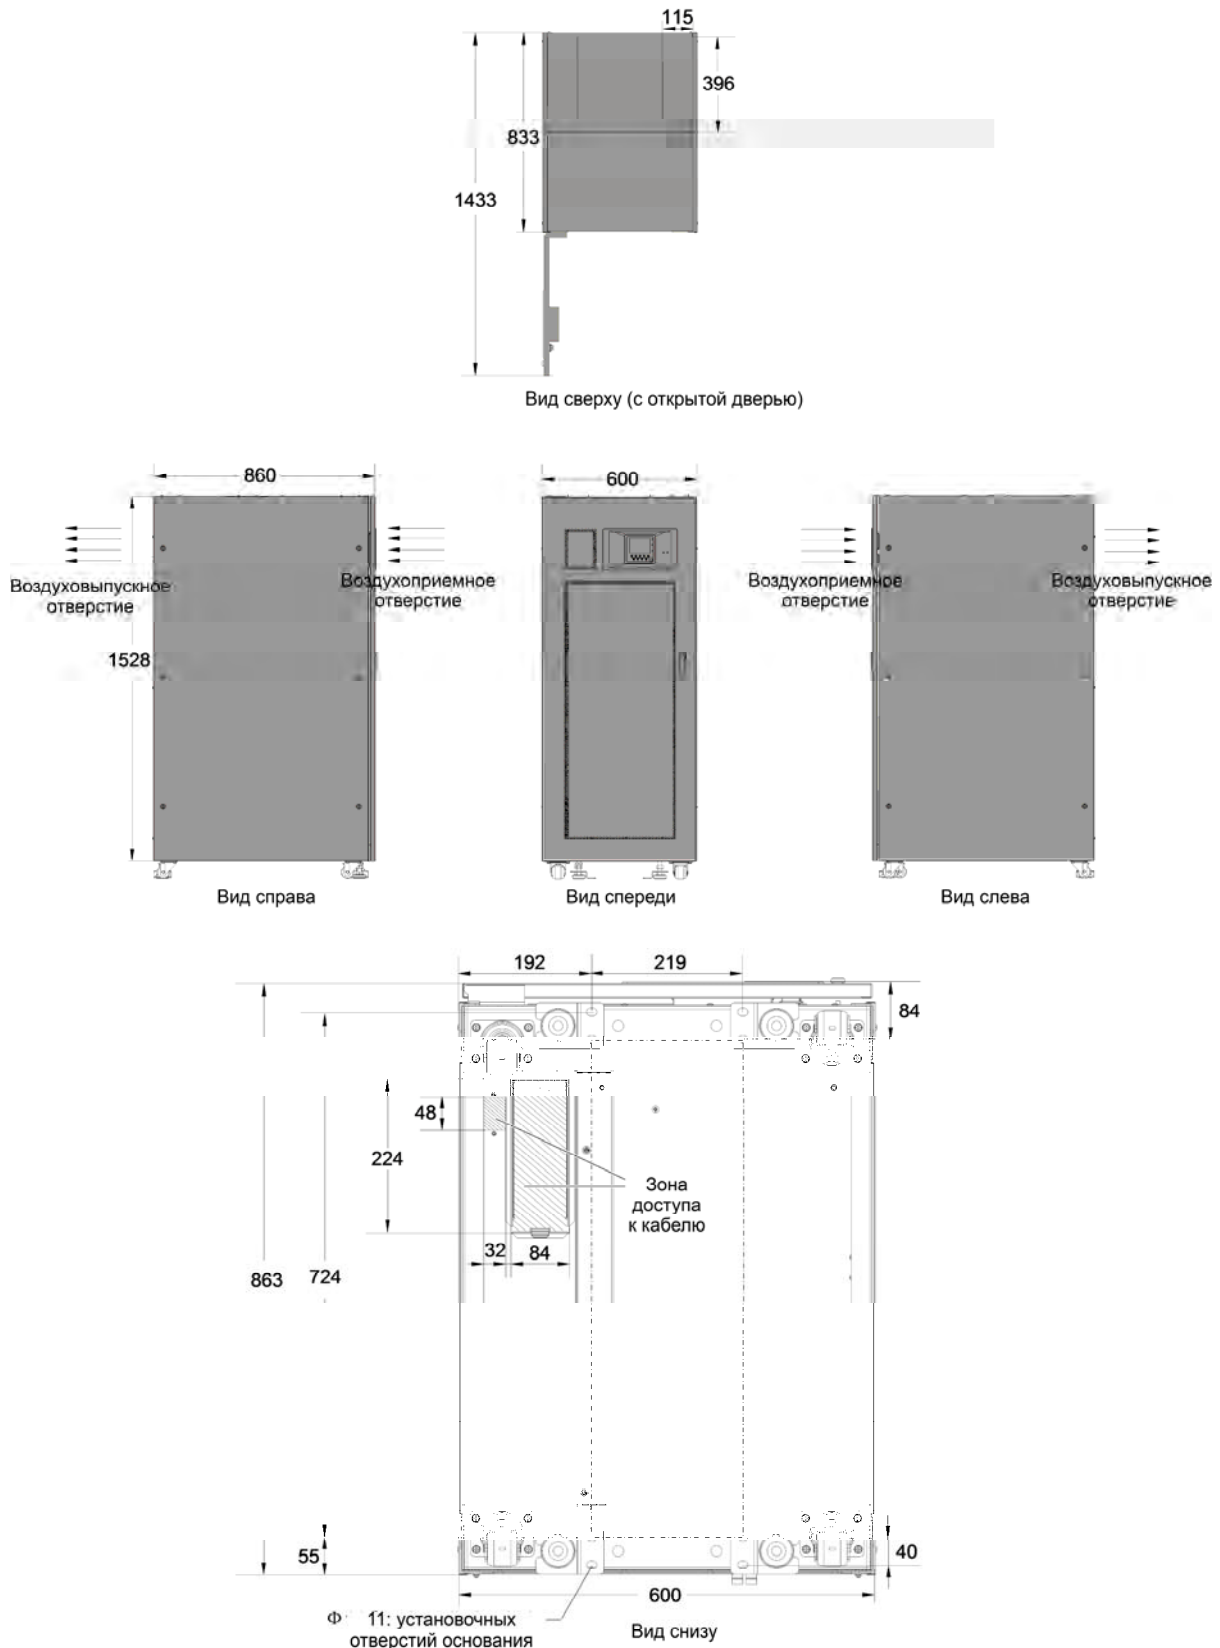

Рисунок 2-7 Вид ИБП сверху/сбоку/снизу (единица измерения: мм) мм
4. Выровнять кронштейн в соответствии с установочными отверстиями с учетом размеров, показанных на Рисунок 2-7.
На Рисунок 2-7 показаны основные характеристики механической части ИБП.